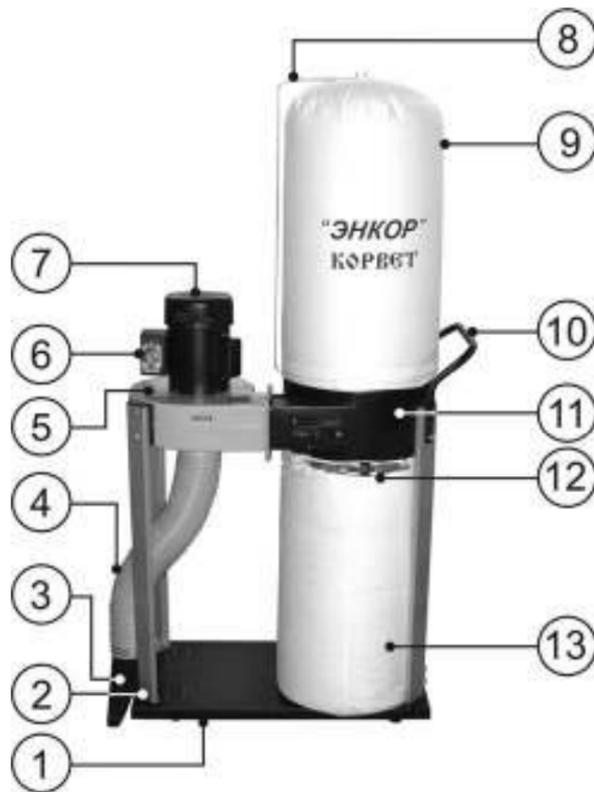

Рис.1
ВНИМАНИЕ: Перед включением вилки шнура питания пылесоса в розетку электросети всегда нужно удостовериться, что кнопка пуска магнитного пускателя (6), Рис.1, находится в исправном состоянии.
11.1. Пылесос рассчитан на работу с одним деревообрабатывающим станком или машиной (строгальным, пилой и т. п.) и соединяется с ним шлангом диаметром 100 мм (4), Рис.1, (схема А).
11.2. При соединении шланга (4) с патрубком раструба (3), закрепленного на основании (1), Рис.1, пылесосом можно убирать стружку и древесную пыль с пола, перемещая пылесос по его поверхности (схема Б).